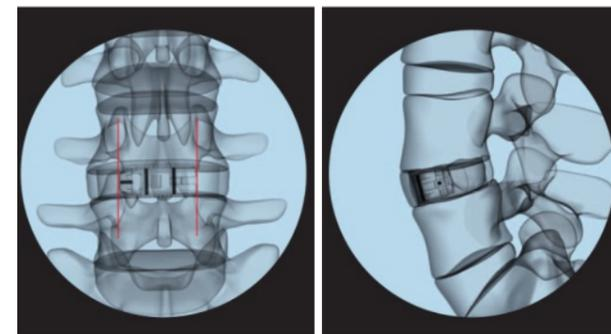

图 12a
- 通过透视，以显影针位置确定融合器适配程度（图 12a）。